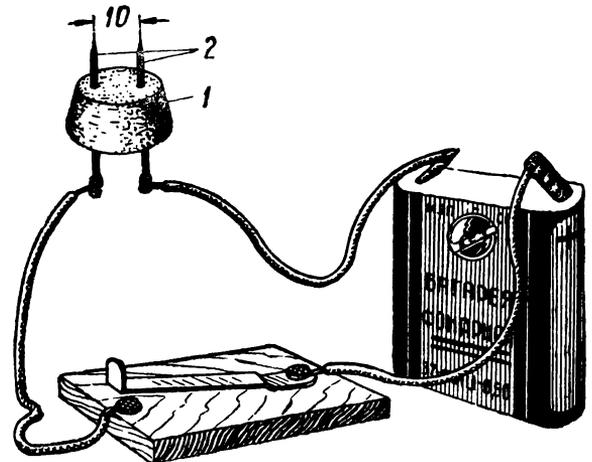

Рис. 149. Вилка для подачи тока в соленоид, ключ и батарея.
Для того, чтобы послать в соленоид электрический ток, изготовьте специальную вилку (рис. 149) и подключите к ней батарею с ключом. Вилка изготовляется из пробки (1), в которую вставлены две булавки (2).